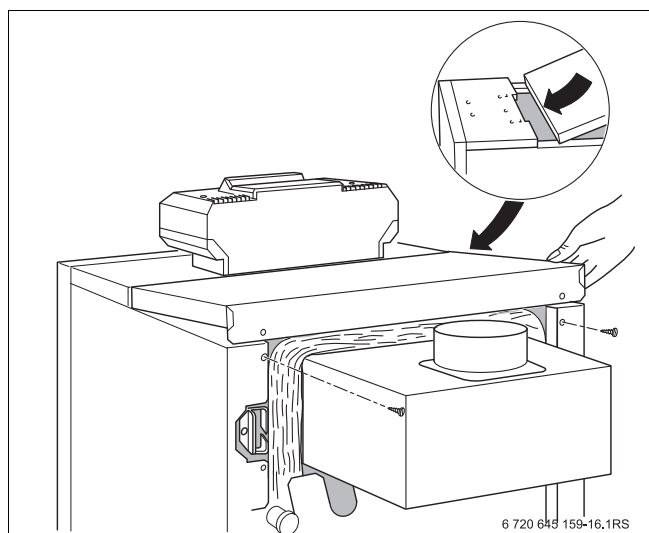

Рис. 22 Установка задней крышки котла
- Задвинуть заднюю крышку котла с язычками под переднюю крышку и нажать на нее сзади (Рис. 22).